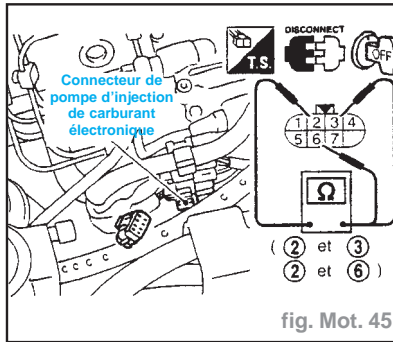

fig. Mot. 45
- Vérifier la continuité entre les bornes (2) et (3) - (2) et (6) (fig. Mot. 45) :